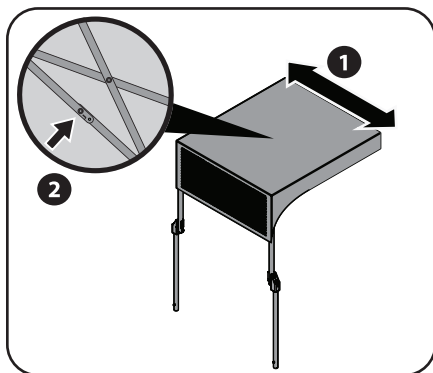

Figura 3-12
2. Jale la sombrilla en forma horizontal para que se expanda. Asegure el mecanismo en el lado inferior de la sombrilla como se muestra en Figura 3-12.